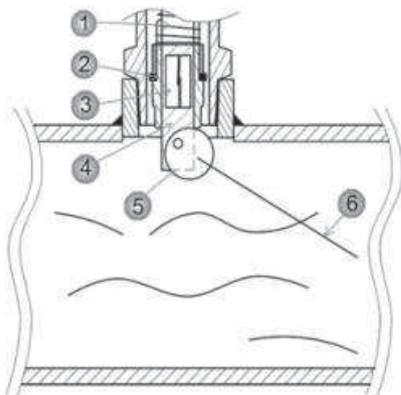

Рисунок 1.2. Герконовое реле замкнуто
При появлении потока, лопасть (6) отклоняется, эксцентрик (5) начинает толкать магнит, закрепленный на фторопластовом цилиндре (2), вверх по центральному стержню (4), до высоты, на которой контакты герконового реле замкнутся (рисунок 1.2), под действием магнитного поля. Уставки включения, при которых контакты реле замыкаются, указаны в таблице 1.